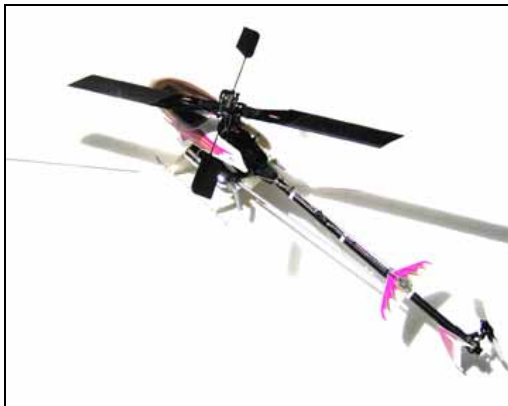

Bild 5.
1. Der Hubschrauber muss horizontal auf dem Boden aufgestellt sein. Häuser, Bäume und Autos sollen min. 10m entfernt sein. Keines der Hauptrotorblätter oder der Paddel darf sich über dem Sensormodul befinden, damit die Sicht nach oben für den Sensor frei ist. (Bild 5.)